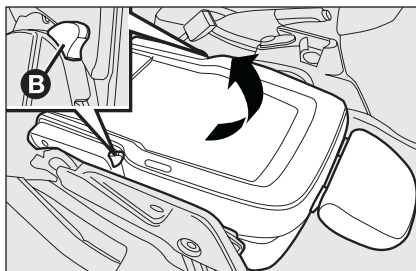

fig. 25
- agir sur les leviers **B**-fig. 25 et soulever ensuite le siège vers le haut.